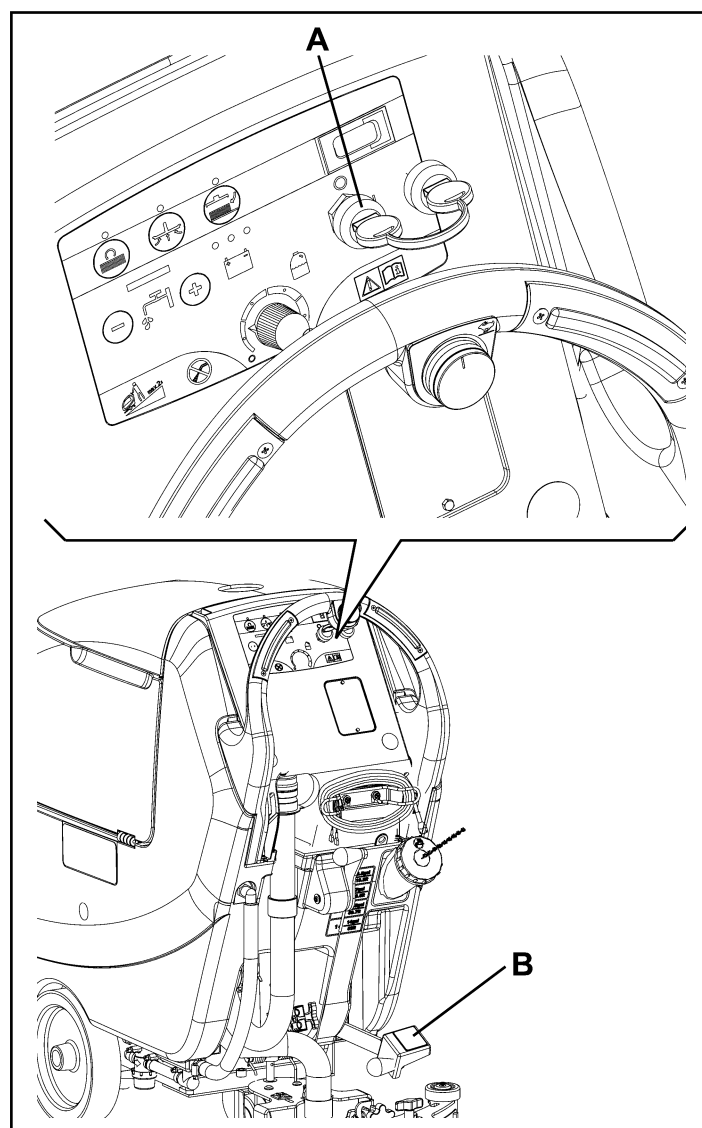
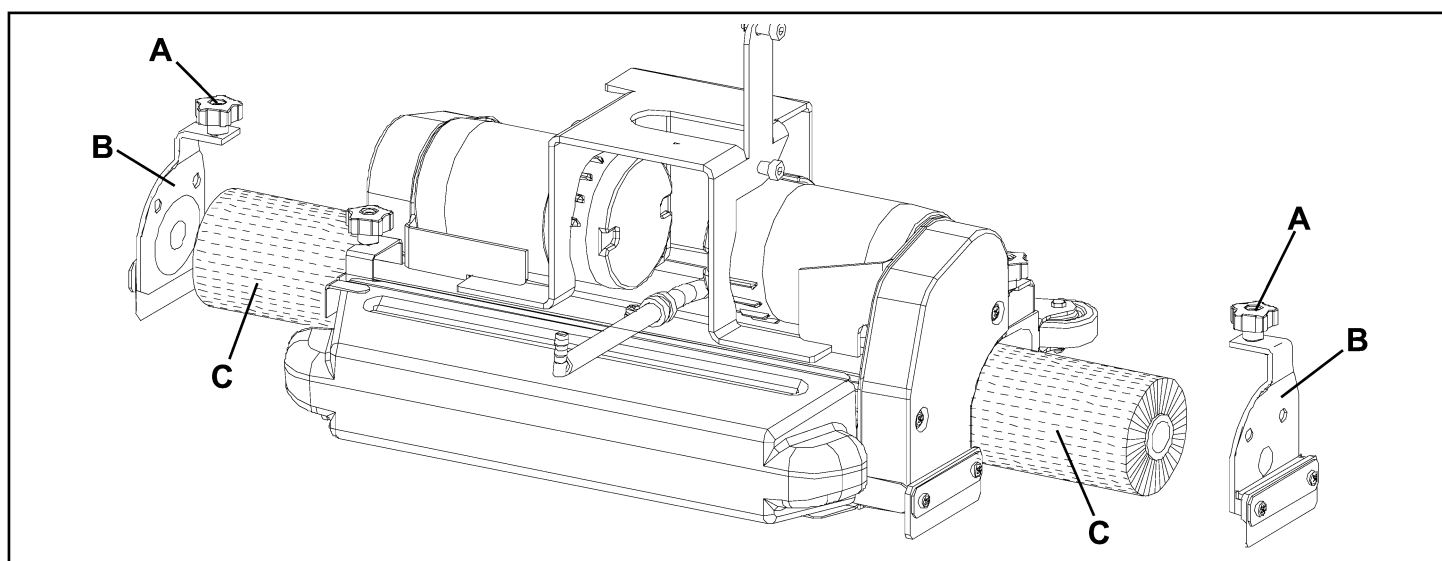

Figure 11
Figure 12
1. Tourner la clé de contact (A, Fig. 11) sur "0".
2. Soulever la tête porte-brosses cylindriques en appuyant sur la pédale (B).
3. Tourner les boutons (A, Fig. 12) et déposer les portillons (B) en les poussant vers le bas et en exerçant une pression sur les boutons.
4. Insérer les brosses cylindriques (C).
5. Installer les portillons (B) et les fixer avec les boutons (A).